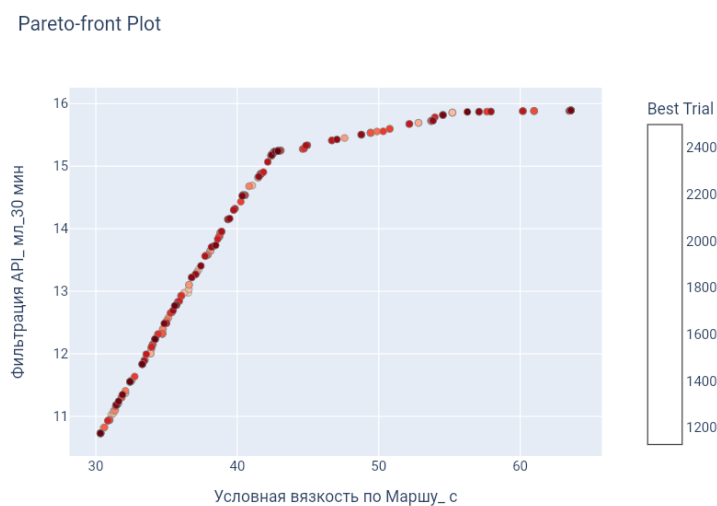

Рисунок 10 – Фронт Парето
- 7) Вывод аппроксимации Парето-оптимального фронта – требуется выбрать различные критерии для осей x и y (рисунок 10).